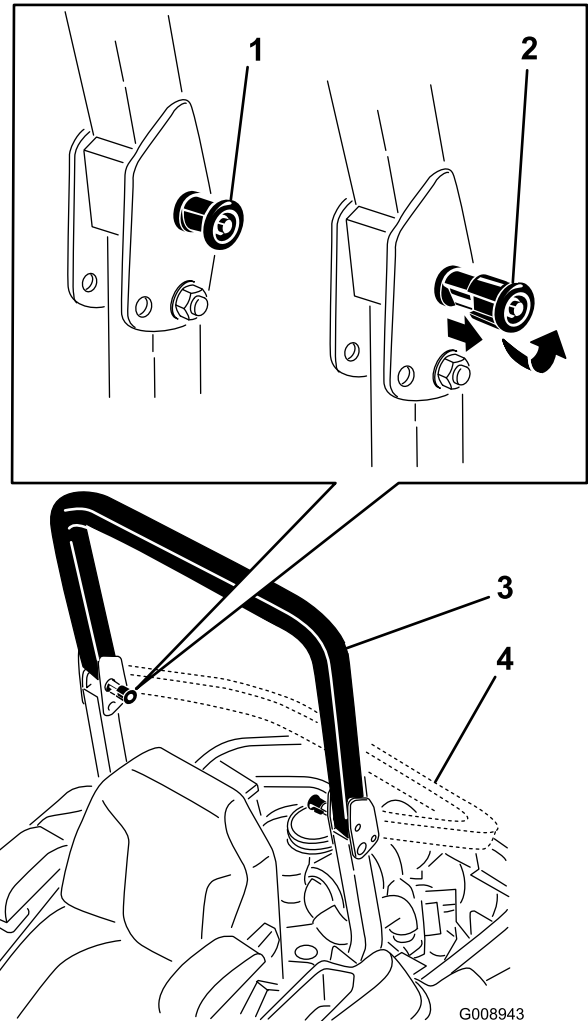

Figura 8
2. Tire de ambos pomos hacia fuera y gírelos 90° para desengranarlos (Figura 8).
3. Baje la barra antivuelco (Figura 8).
4. Para elevar la barra anti-vuelco, suba la barra a la posición de uso, y gire los pomos para que se introduzcan parcialmente en las ranuras (Figura 8).
5. Eleve la barra a la posición vertical, presionando sobre la parte superior de la misma; las clavijas encajarán en cuanto se alineen con los orificios (Figura 8). Presione sobre la barra para asegurarse de que las clavijas han quedado encajadas.